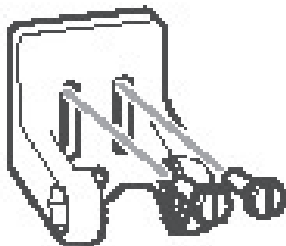

Рис. 11
4. Совместите сборку крепежного кронштейна датчика с отверстиями на транце и закрепите двумя болтами №10 – 1 дюйм длиной, прилагаемыми в наборе. Используйте головку 5/16 дюйма (Рисунок 11). Только ручная затяжка!